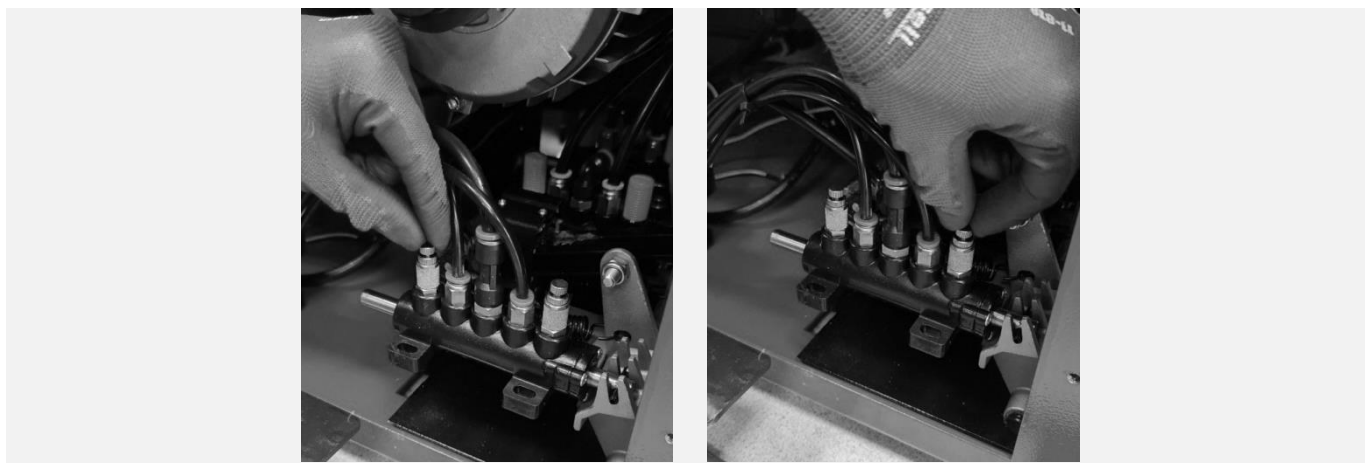

Рисунок 65
**11.7.2** Поворачивая пневмодрозсель с глушителем, расположенный на пневматическом распределителе, управляющим движением монтажной колонны (см. Рисунок 65), установить требуемую скорость (плавность) откидывания и возврата в рабочее положение монтажной колонны.